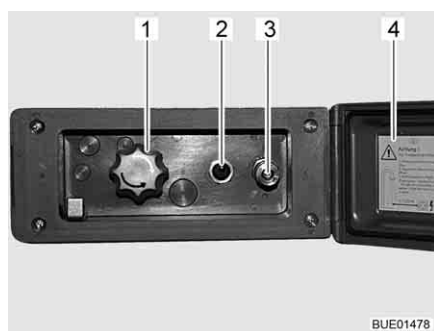

Fig. 154 Branchement de la douche extérieur
- Déverrouiller et ouvrir le couvercle (Fig. 154,4).
- Brancher le flexible de la douche extérieure sur la fermeture rapide (Fig. 154,3).
- Allumer la pompe à eau avec le commutateur (Fig. 154,2).
- Régler la température de l'eau selon ses désirs avec le bouton rotatif (Fig. 154,1).
- Éteindre la pompe à eau avec le commutateur (Fig. 154,2).
- Fermer le couvercle (Fig. 154,4) et verrouiller avec la clé.
- Placer le bouton rotatif (Fig. 154,1) sur la position intermédiaire.